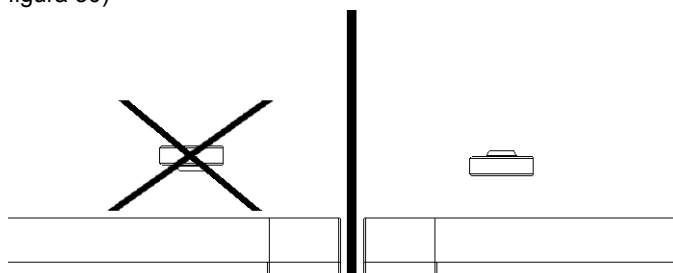

figura 30
- 8 Rimontare il galleggiante, avendo cura di rispettare l'orientamento indicato in figura, e la forcella di fissaggio. (vedere figura 30)